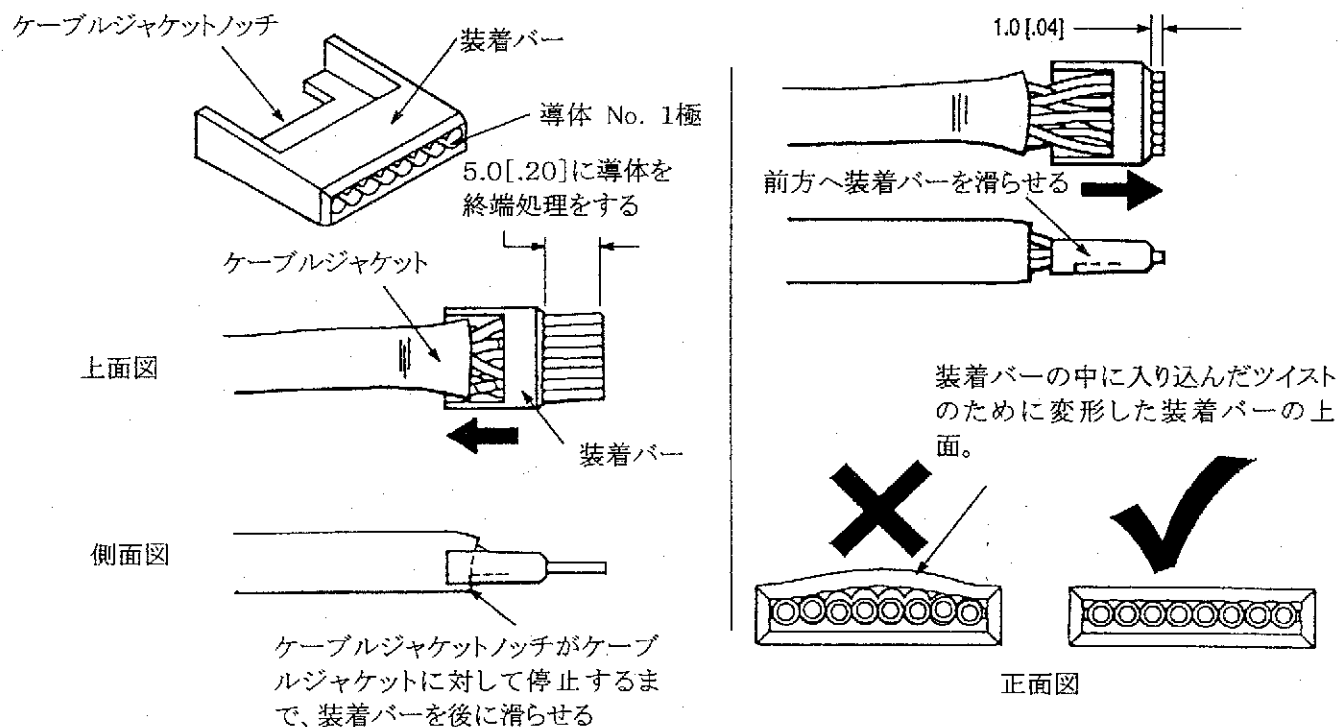

図 6
4. 導体(要求された方向の)をプラグアッセンブリーに含まれる導体管理装着バーに挿入する(図6参照)。ヒント;ケーブルノッチと導体管理範囲の間の、装着バーの「フロア」は8導体の先端を揃えるのに利用でき、これは導体を装着バーに挿入するのに有効。ジャケットがロード・バーの底部のノッチ内に収まるまで、装着バーを完全にツイスト導体にスライドダウンさせる。装着バーの前のエッジに合わせて直角に導体を終端処理をし、各導体のおよそ5.0 [.2]が装着バーから突き出る様にする。
5. 導体のおよそ1.00 [.039]が露出するように、導体の先端に向かって装着バーを滑らせる。装着バー/ケーブルサブアセンブリをモジュラープラグハウジングに挿入する;ケーブルジャケットが挿入の後に装着バーのノッチの中にあると確かめる。装着バーは、それがハウジングに挿入される様に、所定の位置にスライドバックする。(側面図)図6参照。導体はノッチとジャケットの間に見えないこと。